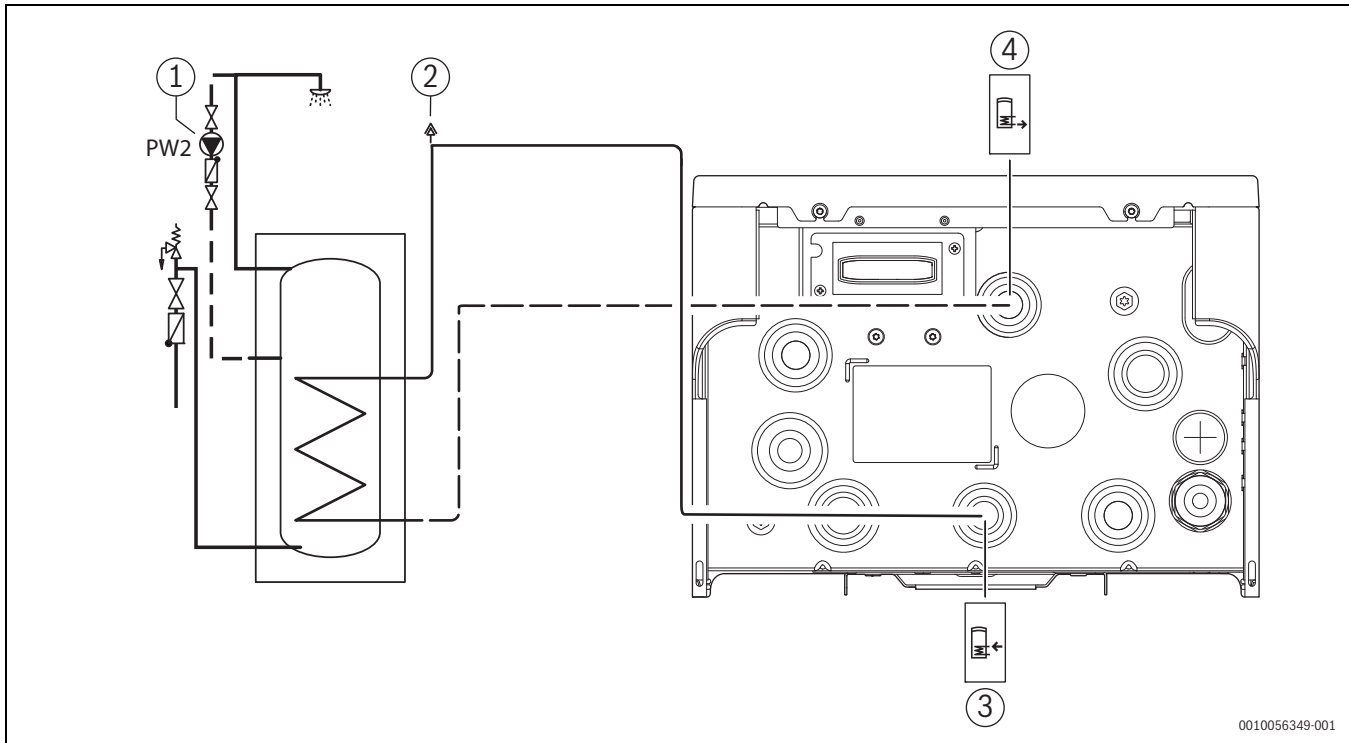

Bild 16 Anschlüsse der Inneneinheit an Warmwasserspeicher
- ▶ Rücklaufleitung vom Warmwasserbereiter anschließen (→ [4], Abbildung 16).
- ▶ Vorlaufleitung mit automatischem Entlüfter an den Warmwasserbereiter anschließen (→ [3], [2], Abbildung 16).